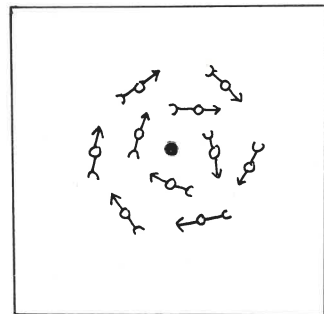

Fig. 16
B) En anden acrylplade var foruden lederen gennem midten forsynet med 2 kredse af grammofonstifter. På hver stift sad en minikompassnål. Billedet af feltet (fig. 16) stod